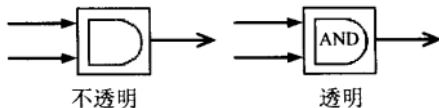

图 7.35 模块图标透明与不透明
- **透明(Transparency):** 可以将图标设置成为不透明的或者透明的，也就是说是否显示图标下面的内容。默认设置是不透明，即覆盖 Simulink 绘制出来的信息，如端口标签。例如，如图 7.35 所示就是对 AND 模块设置为不透明和透明的图标，可以注意图标上名的文字。